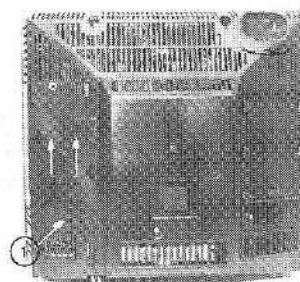

Fig. 1
10) — TRAPPE de CONVERGENCE — (Fig. 1)
- Au moyen d'un tournevis, pousser l'ergot (1) et simultanément, exercer une pression de bas en haut sur la trappe de convergence.